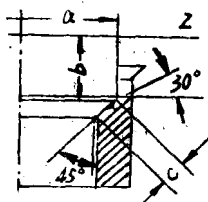

图 1-3 排气门座的修复
2. 排气门座的修复(图 1-3) $a=\varphi=32.80\text{mm}$; $b=9.70\text{mm}$; $c=2.40\text{mm}$; z =气缸盖边; 30° 为上边角修正度; 45° 为气门座角度。排气门座有保护层,当修复时,不要把保护层全部破坏掉。